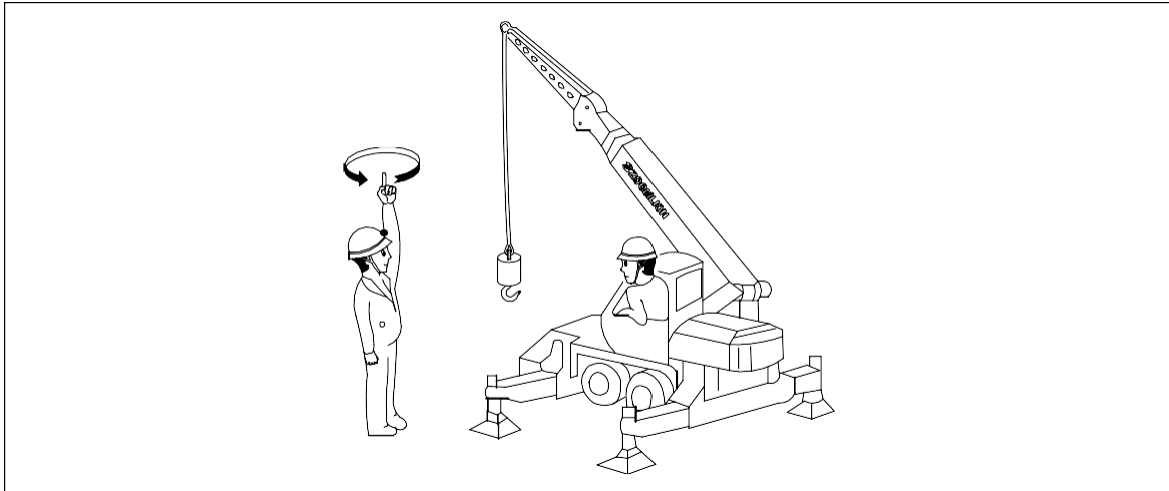

Figura 7-48 Pessoal de Sinalização
- Ao remover o gancho auxiliar e colocá-lo na posição de armazenamento, obedeça aos sinais manuais do pessoal de sinalização. Consulte a figura 7-48.